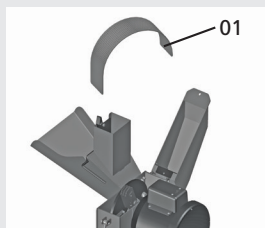
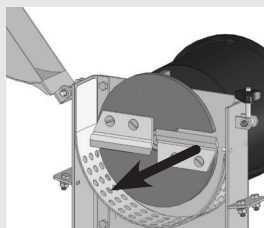
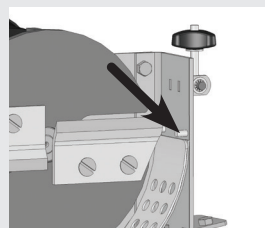

Fig. 04
Fig. 05
Fig. 06
Inicie a colocação da peneira pelo lado curvado (1), [Fig. 04]. Abra a tampa e coloque as peneiras de forma que a curvatura da peneira se apoie completamente nas guias internas ao corpo da máquina [Fig. 05]. Uma das extremidades da peneira deverá apoiar-se no pino de fim de curso e a outra ficará pressionada pela tampa de fechamento do equipamento, proporcionando assim o assentamento da peneira [Fig. 06]. Finalmente feche a tampa.